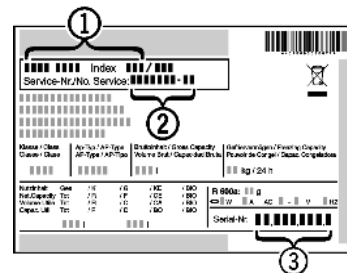

Fig. 11
- ▶ Aflæsapparatets betegnelse Fig. 11 (1), service-nr. Fig. 11 (2) og serie-nr. Fig. 11 (3) fra typeskiltet. Typeskiltet er anbragt på apparatets venstre inderside.
- ▶ Underret vores kundeservice og meddel fejlen, apparatets betegnelse Fig. 11 (1), service-nr. Fig. 11 (2) og serie-nr. Fig. 11 (3).